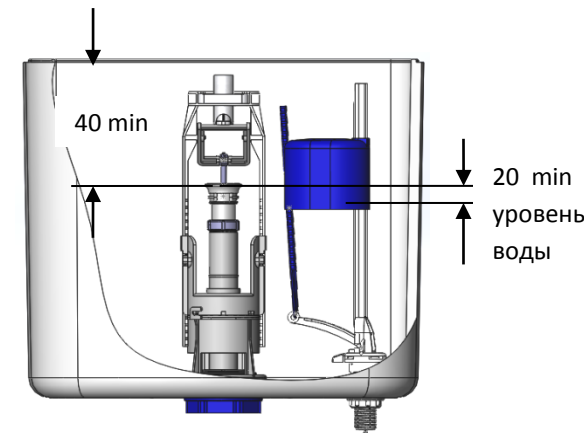

Рис.5
11.2. Отрегулируйте трубу перелива 11 на клапане выпуска так, чтобы расстояние от края трубы до верхнего края бачка (см. рис.5) было не менее 40 мм. Для освобождения и фиксации трубы перелива отверните (заверните) гайку 12.
Уровень воды должен быть не менее 20 мм ниже верхнего края трубы перелива. При необходимости отсоединяем поплавков 11 от тяги 10 и перемещаем вдоль стойки 9 на нужный уровень (см. Рис. 5). После защелкиваем тягу 10 на поплавке 11.